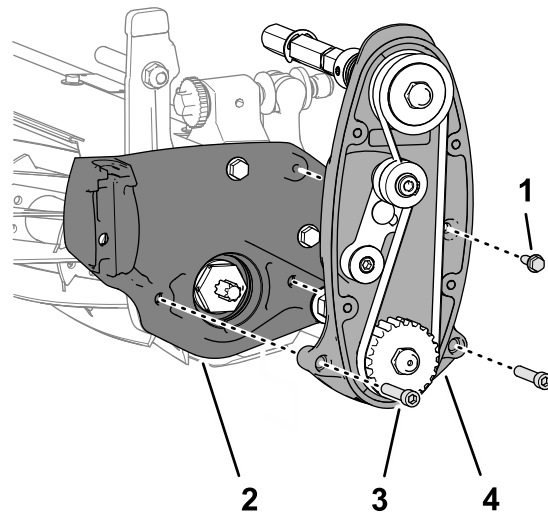

Figure 7
2. Retirez la vis à embase (1/4" x 3/4") qui fixe l'entraînement du cylindre sur la plaque latérale de l'unité de coupe (Figure 7).
3. Retirez les 2 vis à tête creuse (5/16" x 1½") des 2 contre-écrous (dans la plaque latérale) qui fixent l'entraînement de cylindre sur la plaque latérale de l'unité de coupe, et déposez l'entraînement de cylindre (Figure 7).